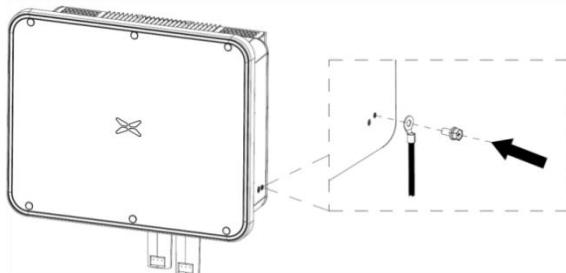

图 5.2 光伏接地示意图
(1) 按照图 5.2 所示，将光伏组串的输出导线与逆变器配置的直流连接器相连。松开连接器的紧固螺帽；剥去直流线缆的大约为 15mm 绝缘层，用压线钳将标配的金属端子压紧，尾部防水处紧固力矩为 2.5-3Nm。正极和负极连接器的接线方法相同。确认光伏组串的正负极与正负极连接器正确对应并紧固连接；